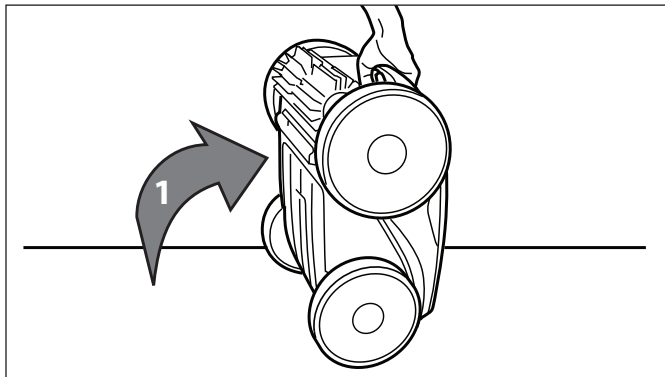

Figure 28. Nettoyer l'appareil en position debout
1. Soulever le nettoyeur en position verticale de sorte que la poignée soit vers le haut. Se référer à la Figure 28.